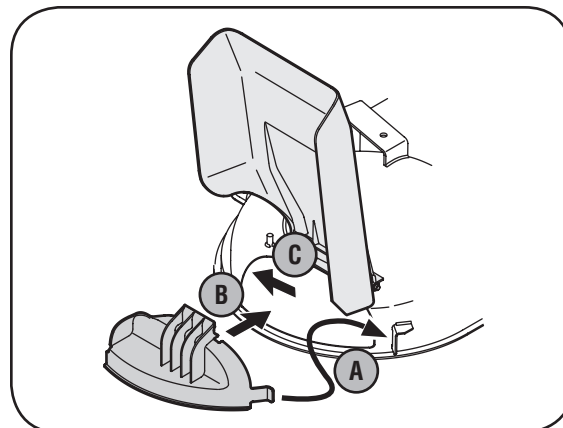

Figura 4-3: Installation de la prise de courant de paillis.
3. Para instalar la clavija de abono, inserte la lengüeta derecha (A) de la clavija en el soporte de la plataforma, Figura 4-3.
4. Inserte la cubierta en la abertura de descarga (B), Figura 4-3.
5. Una vez que la clavija de abono está colocada en la abertura de la plataforma, empújela hacia la parte posterior de la cortadora (C) para que la clavija calce correctamente en la abertura, Figura 4-3.